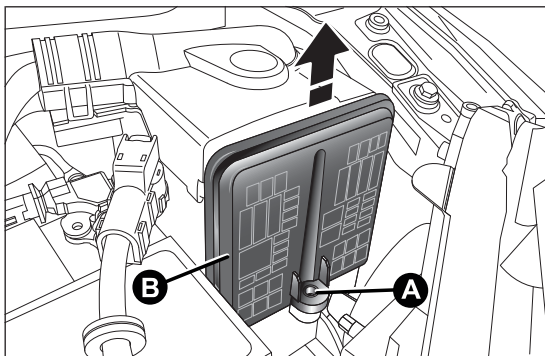
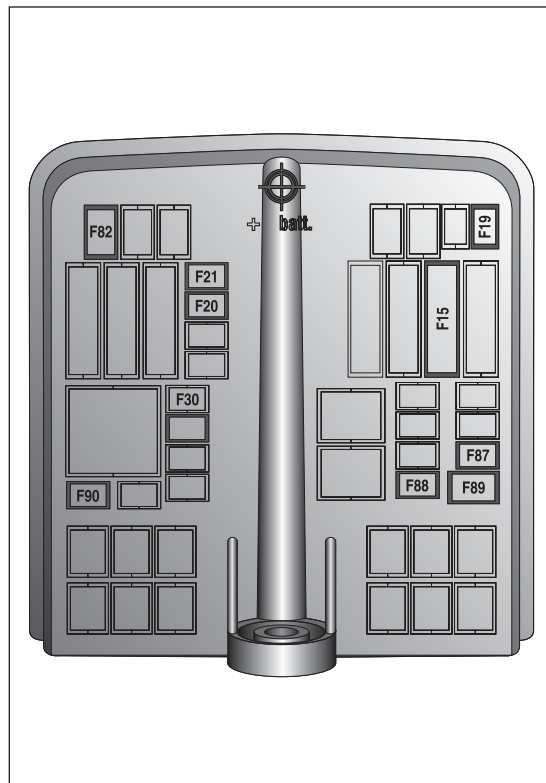

fig. 133
fig. 134
- svitare la vite A fig. 133, sfilare verso l'alto il coperchio B fig. 133. La numerazione che individua il particolare elettrico corrispondente ad ogni fusibile è visibile sul coperchio fig. 134. Dopo aver sostituito un fusibile accertarsi di aver chiuso bene il coperchio B della centralina fusibili.